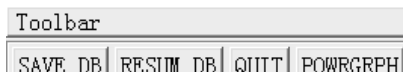

图 1-2 ANSYS 文件的存储与读取快捷方式
(1) 利用工具栏上的 SAVE_DB 命令, 如图 1-2 所示。
(1) 利用工具栏上的 RESUM_DB 命令, 如图 1-2 所示。
(2) 使用命令流方式恢复数据库。